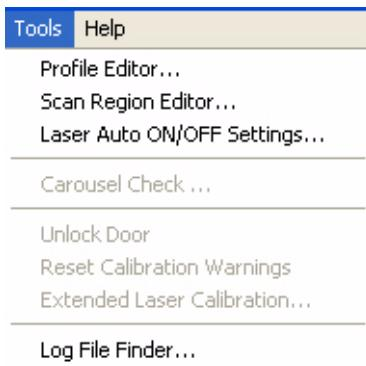

Figura 27 Menú Tools (Herramientas)
- 1 Seleccione **Tools (Herramientas) > Profile Editor (Editor de perfiles)** en la barra de menú (Figura 27).
- Seleccione Tools (Herramientas) > Scan Region Editor (Editor de región de barrido) en la barra de menús (Figura 27).